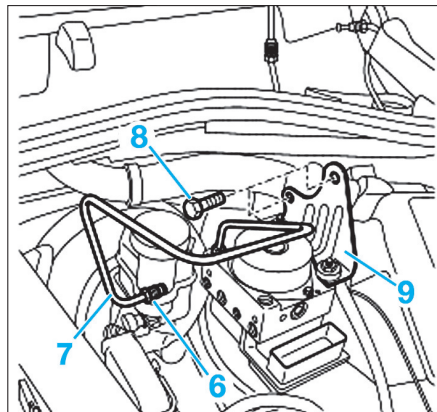

Fig. 30
- Dévisser le raccord (7) et débrancher le tuyau rigide (8), côté maître-cylindre (Fig.30).